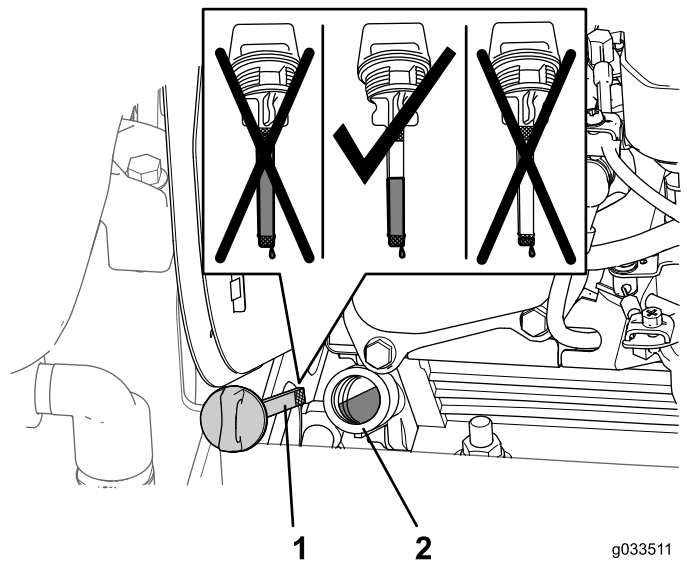

Figura 62
1. Retire la varilla del cuello de llenado en el motor y limpie la varilla con un trapo (Figura 62).
2. Vierta lentamente 1.1 l (1.2 cuartos de galón US) de aceite del tipo especificado en el cárter del motor por el cuello de llenado (Figura 62).
4. Retire la varilla del cuello de llenado y observe el nivel de aceite en la varilla (Figura 62).
Nota: El nivel del aceite del motor debe estar entre las zonas sombreadas de la varilla (Figura 62).
6. Ajuste la varilla a mano en el cuello de llenado (Figura 62).